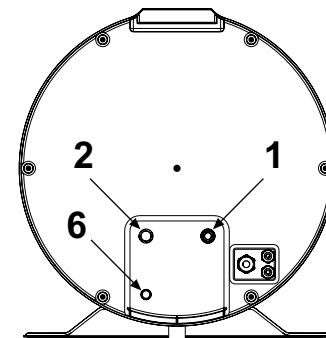

fig. 54
- Conectar la línea de alimentación de agua fría y la línea de salida a los puntos de conexión (fig. 54).